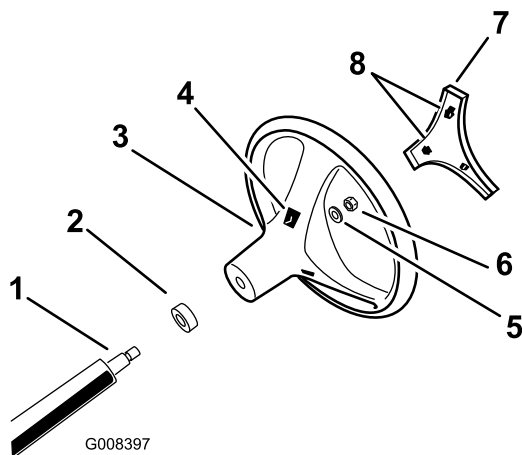

Рисунок 3
- Закрепите рулевое колесо на валу с помощью контргайки (Рисунок 3).